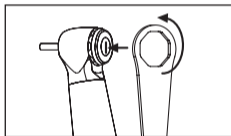

Fig. 30
- 3 Placez la clé appropriée sur le capuchon de la tête, puis tournez la clé dans le sens inverse des aiguilles d'une montre pour desserrer le capuchon. Retirez le capuchon (Fig. 30).